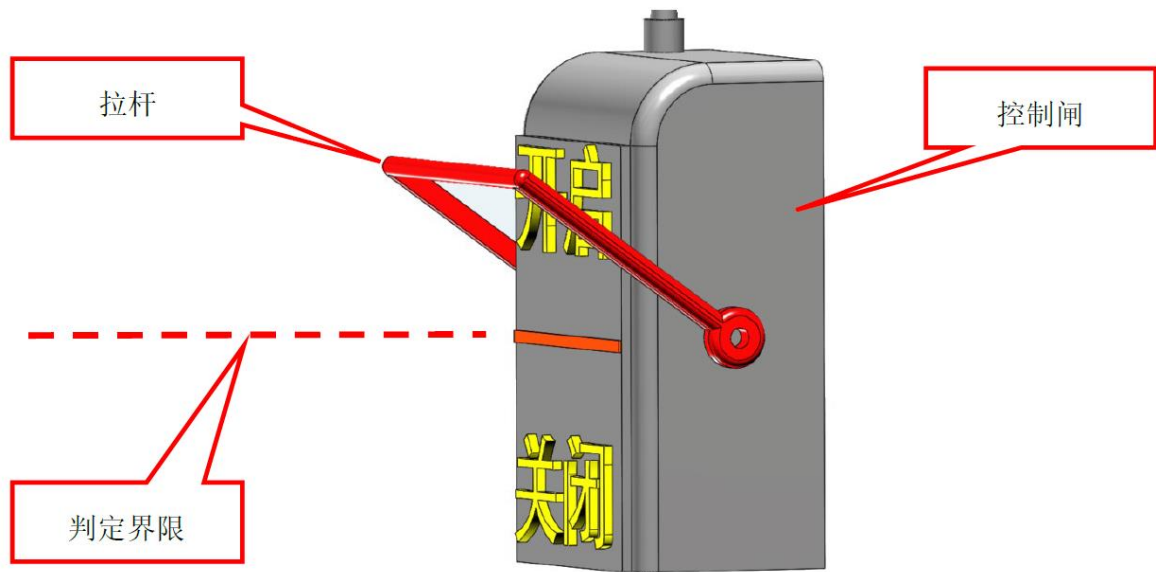

图 6 控制闸检测范围
3.2.1 二层场地上放置一个控制闸模型，控制闸有“开启”和“关闭”两种状态，如图6所示。